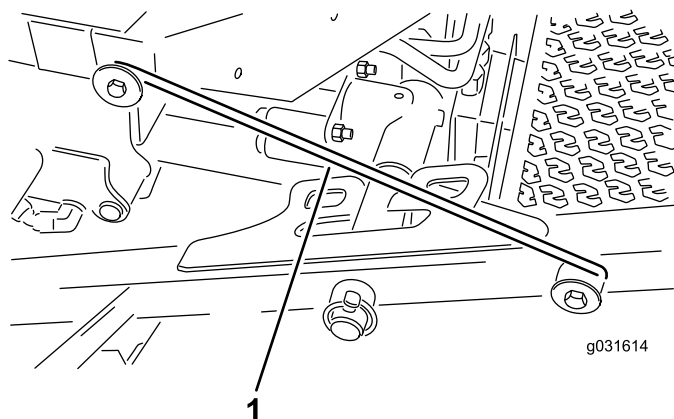

Bild 31
4. Lösen Sie die Riegelstange aus der Halterung am vorderen Trägerrahmen (Bild 31).
der Vorderseite der Fahrerplattform befestigten Rahmenstift (Bild 31).